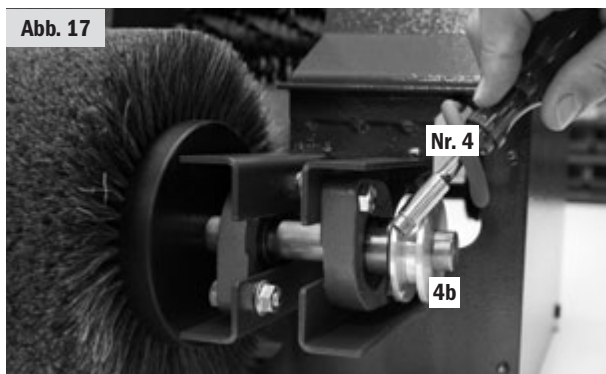

Abb. 17
9. Rundriemen Nr. 4 durch Gehäuseöffnung zum Obergehäuse auf Rundriemenscheibe 4a auflegen. Dann mittels geeignetem Werkzeug (z. B. Schraubendreher) auf Riemenscheibe 4b hebeln (siehe Abb. 17).